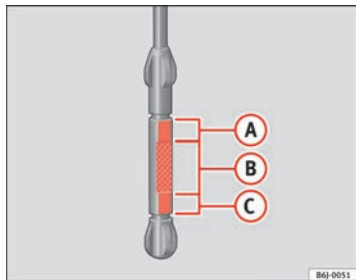

Abb. 114 Ölmesstab
- Den Messstab anschließend wieder herausziehen und den Ölstand ablesen ⇒ Seite 192, Abb. 114. Füllen Sie gegebenenfalls Motoröl nach.